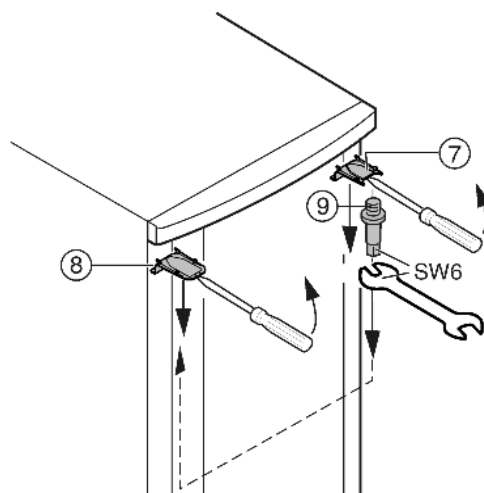

Fig. 7
- ▶ Верхнюю крышку *Fig. 7 (7)* и крышку *Fig. 7 (8)* с помощью отвертки выведите вперед из фиксатора и снимите, наклоняя вниз.
- ▶ Выкрутите опорный палец *Fig. 7 (9)* и вкрутите на противоположной стороне (с моментом 4 Нм).
- ▶ Снова установите крышку *Fig. 7 (7)* на стороне опорного пальца: насадите сзади, защелкните спереди.
- ▶ Установите крышку *Fig. 7 (8)* на противоположной стороне: насадите сзади, защелкните спереди.
- ▶ Подвесьте верхнюю часть двери на опорный палец *Fig. 7 (9)*.